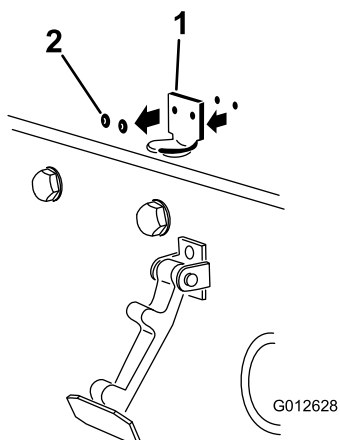

Figure 3
2. Retirez les 2 rivets qui fixent le support de loquet au capot (Figure 3). Enlevez le support de loquet du capot.